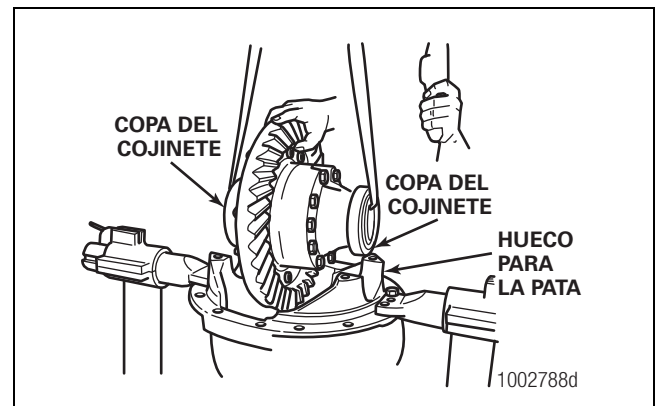

Figura 5.50
4. Instale las copas del cojinete sobre los rodillos cónicos que están montados sobre las medias cajas. Figura 5.50.
- De manera segura, levante el conjunto del diferencial y la corona e instálelo en el portadiferencial. Las copas de los cojinetes deben calzar en forma plana en los huecos entre las patas del portadiferencial. Figura 5.50.